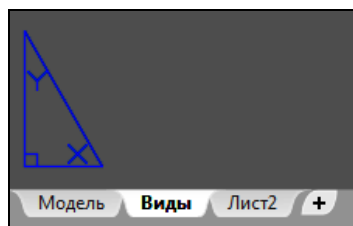

Рис. 6.1
2. Перейти из пространства *Модели* в пространство *Листа* щелчком на закладке *Лист1* рабочей графической зоны. Переименовать (двойным щелчком) *Лист1* в *Виды* (рис. 6.1).